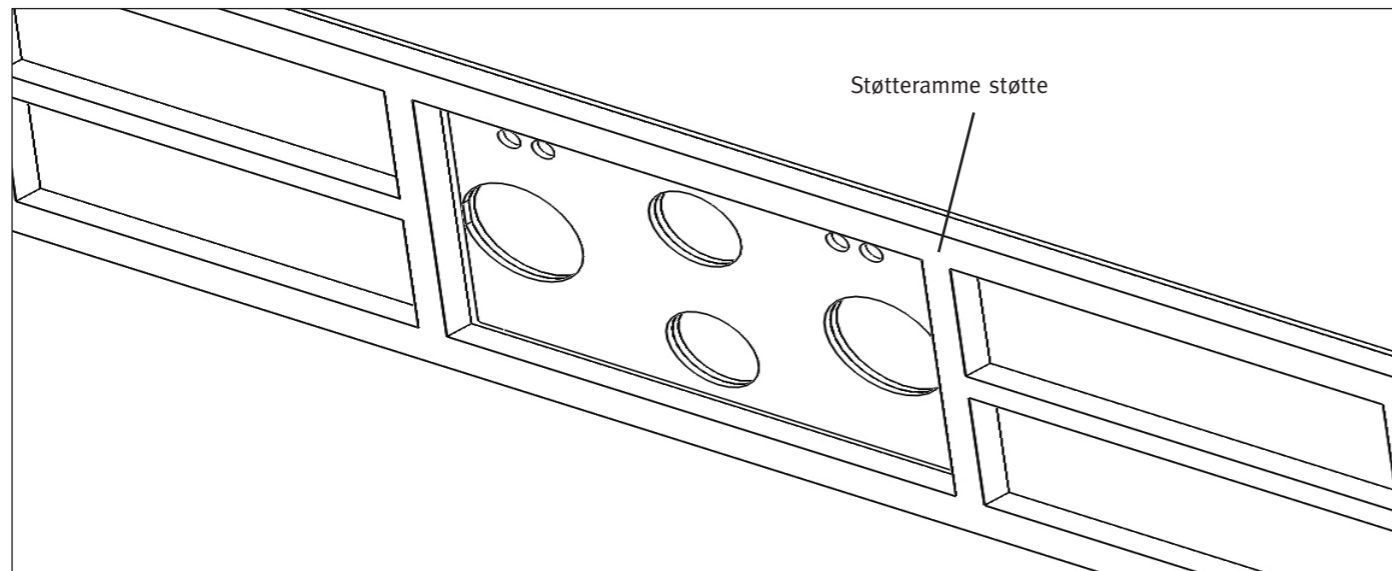

Fig. B3
- Hvis bordpladen forstærkes, skal der altid monteres en stigeramme (fig. B3). For de korrekte dimensioner på stigerammen henvises til producenten af den Solid overflades retningslinjer.